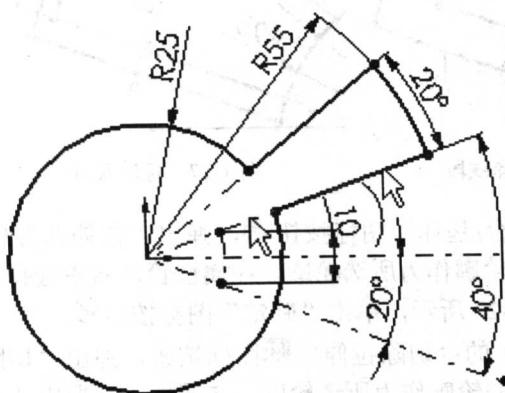

图 1-21 选择线段
- 1) 将图 1-21 中箭头所指的两条直线作“共线”约束。